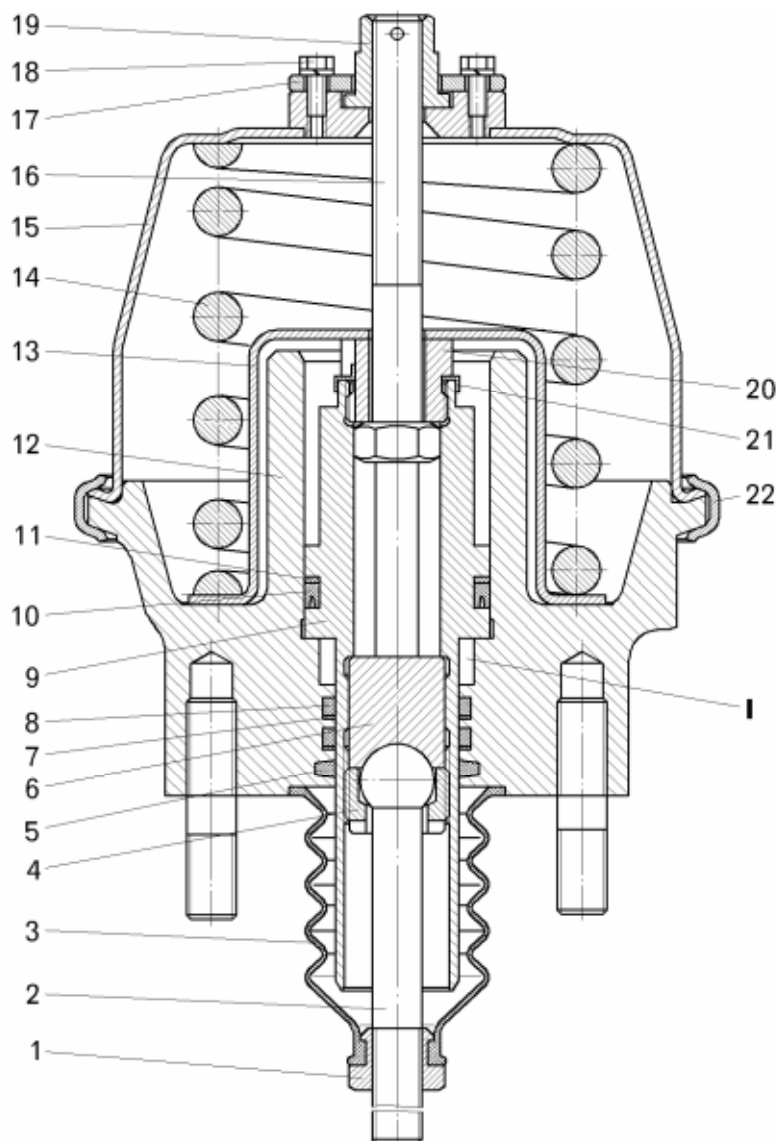
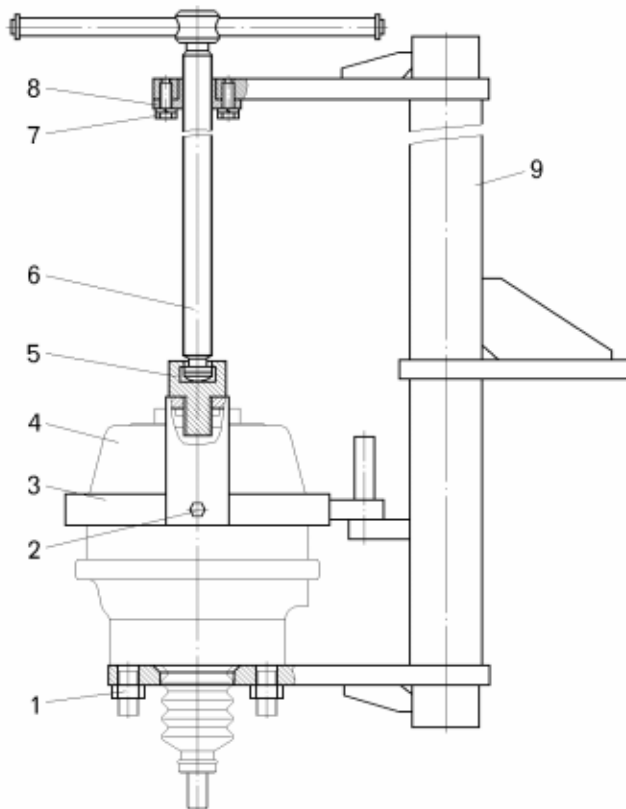

Рисунок 12.12 – Цилиндр стояночного тормоза:
Рисунок 12.13 – Приспособление для разборки и сборки цилиндра стояночного тормоза:
- отвернуть болты 18 (рисунок 12.12) и снять пластину 17;
- установить цилиндр стояночного тормоза в приспособление (рисунок 12.13) для разборки и сборки;
- закрепить цилиндр стояночного тормоза гайками 1 и зафиксировать крышку 15 (смотри рисунок 12.12) силовым винтом 6 (смотри рисунок 12.13);
- отвернуть гайки с болтов крепления хомутов 22 (смотри рисунок 12.12) и снять хомуты;
- отвернуть силовой винт 6 (смотри рисунок 12.13) до полного разжатия пружины 14 (смотри рисунок 12.12);
- установить войлочное кольцо 5 (смотри рисунок 12.12), уплотнительные кольца 8 и защитные кольца 7 в канавки корпуса 12. Войлочное кольцо перед установкой пропитать гидравлическим маслом;
- установить корпус цилиндра стояночного тормоза в приспособление (смотри рисунок 12.13) и закрепить его гайками 1;
- установить стакан 13 (смотри рисунок 12.12), пружину 14, крышку 15 и завернуть силовой винт 6 (смотри рисунок 12.13) приспособления до прижатия крышки 15 (смотри рисунок 12.12) к корпусу 12;
- отвернуть силовой винт 6 (смотри рисунок 12.13) приспособления и вынуть цилиндр стояночного тормоза из приспособления;
- завернуть гайку 19 (смотри рисунок 12.12) растормаживания до совпадения ее торца с торцом винта 16;
Испытать цилиндр стояночного тормоза на герметичность подачей рабочей жидкости под давлением $(16 \pm 0,5)$ МПа в полость I (смотри рисунок 12.12) в течении 3 минут. Утечки рабочей жидкости не допускаются.
- отвернуть гайку 19 (рисунок 12.12) растормаживания против часовой стрелки до совпадения ее торца с торцом винта растормаживания 16 и зашплинтовать ее;